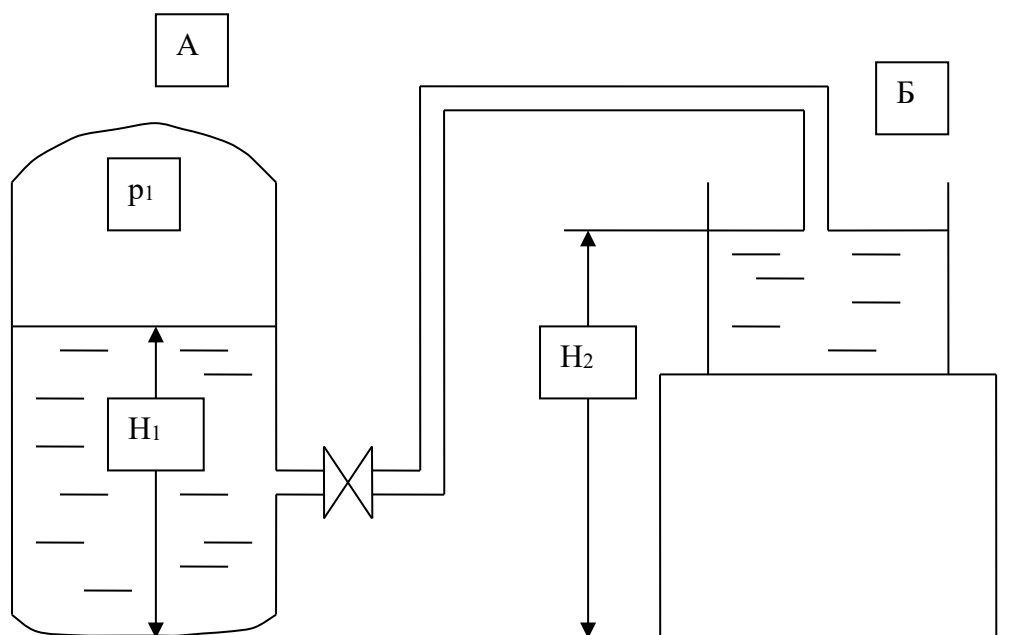

Рис. 14
**Задача 15.** Вода перетекает из бака  $A$  в резервуар  $B$  по трубе диаметром  $d = 25$  мм, длиной  $L = 10$  м. Определить расход  $Q$ , если избыточное давление в баке  $P_1 = 200$  кПа; высоты уровней  $H_1 = 1$  м,  $H_2 = 5$  м. Режим течения считать турбулентным. Коэффициенты гидравлического сопротивления: сужения -  $\zeta_{суж} = 0,5$ ; крана -  $\zeta_{кр} = 4$ ; колена -  $\zeta_{ко} = 0,2$ ; расширения -  $\zeta_{рас} = 1$ ;  $\lambda_m = 0,025$ . Рис. 14.